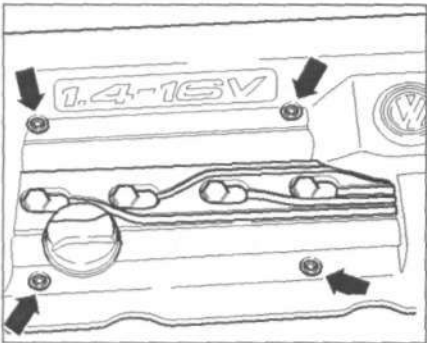

Рис. 4.44. Снимите крышку двигателя (**стрелки**).
1. Снимите крышку двигателя (**стрелки**) (рис. 4.44).
9. Снимите крышку двигателя (рис. 4.44).